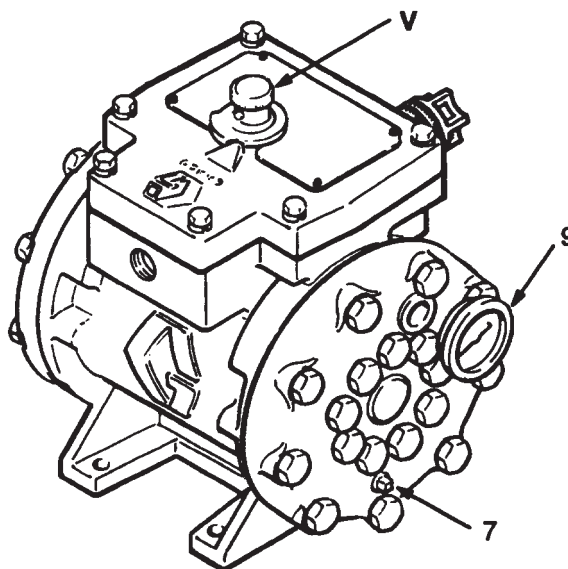

Fig. 7
4. Para vaciar el producto del calentador, despresurizar primeramente todo el sistema. Enfriar el producto, si fuera posible. Retirar el tapón de purga (7) en cada placa de extremo y vaciar el producto en un recipiente. Ver fig. 7.